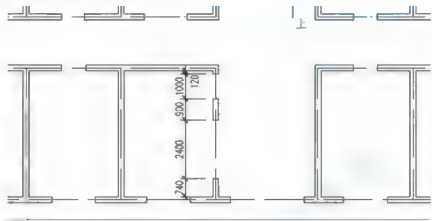

图 3.60 调整“120”文字的位置
(2) 单击文字“120”上的夹点,该夹点由蓝色(冷夹点)变成红色(热夹点),这时文字“120”附着到了光标上。
(3) 在**拉伸**,指定**拉伸点**或[**基点(B)**]/**复制(C)**/**放弃(U)**/**退出(N)**]:提示下,移动光标将“120”放到图3.60所示的位置。